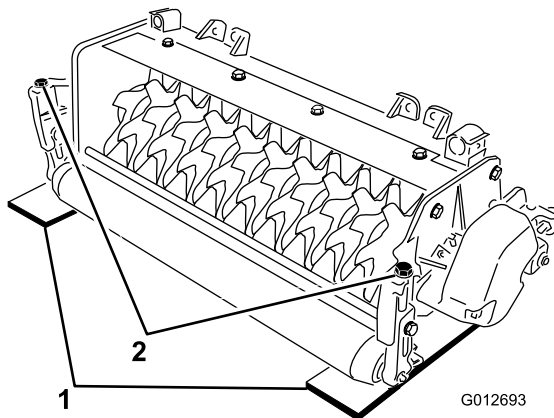

Figura 4
- Coloque 2 barras de ajuste, cuyo grosor sea igual a la profundidad deseada de penetración en el suelo, debajo de los rodillos delantero y trasero del molinete de verticorte (en cada extremo del molinete) (Figura 4).
- Gire el perno de ajuste de cada soporte de altura de corte (Figura 4) hasta que las cuchillas toquen la superficie nivelada en cada extremo del molinete.